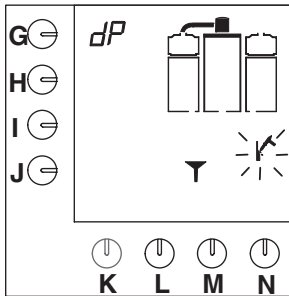

Abb. 16 Kaffeebrühsystem benötigt die Entkalkерlösung
- Es ertönt ein akustisches Signal, das Hammersymbol blinkt und es erscheint ein Trichter im Display (Abb.16).